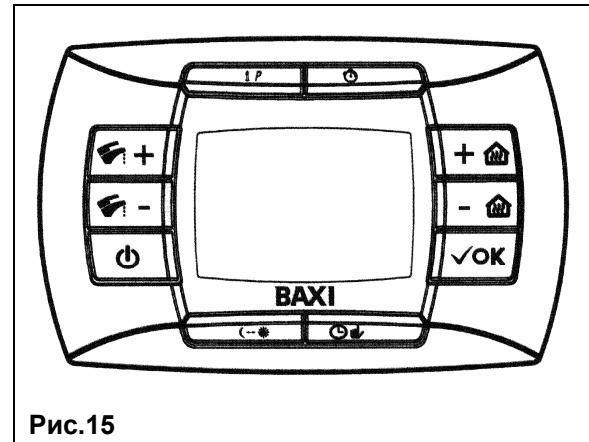

Рис.15
- нажать и держать нажатой кнопку **0** и затем нажать **OK** (см. рис.15).